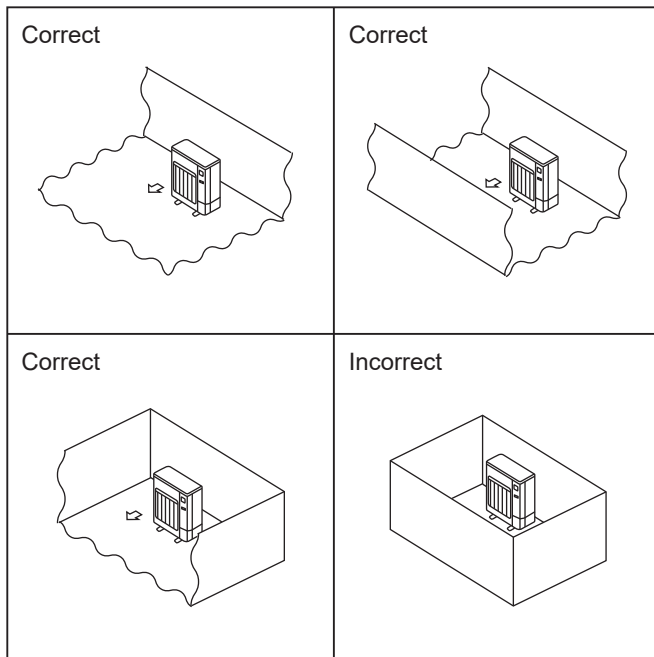

Fig. 2-2
- Ⓓ Installer l'appareil extérieur à un endroit où l'une des quatre faces au moins est libre, et dans un espace suffisamment grand sans dépressions. (Fig. 2-2)